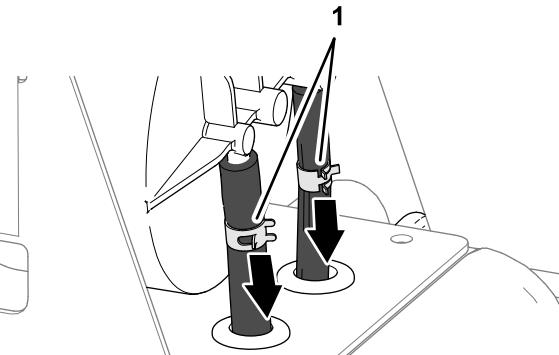

図 84
- カーボンキャニスタのフィッティングにホースを固定しているホースクランプ2個をゆるめる図 84。